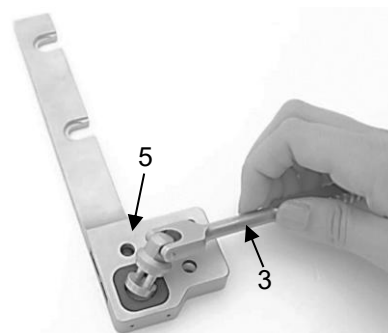

Abb. 7
Zunächst den Antriebshebel (3) in die dafür vorgesehene Aussparung im Kasten (5) einsetzen (Abb. 7).